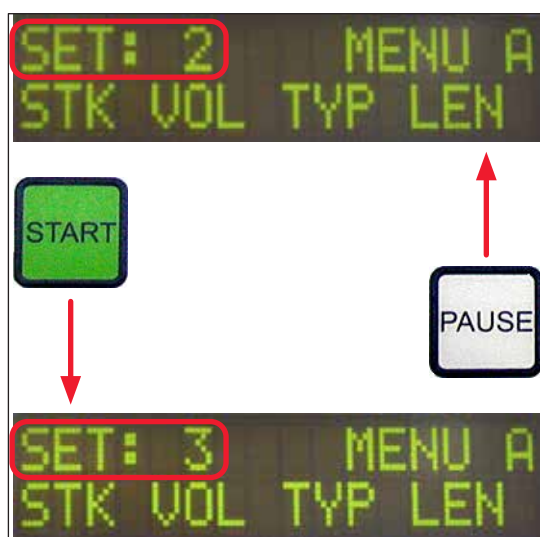

图 39
① 仪器中总共可存储四个程序 (SET 1 (组 1) - SET 4 (组 4)), 每个程序都有不同的参数设置。
- 按下 **PAUSE** (暂停) 按钮可调用下一个低级程序 (→ 图 39)。